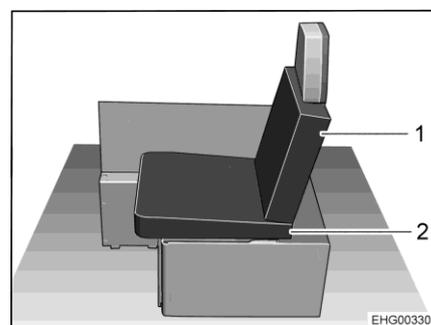

Fig. 22 Dopo la trasformazione
- Collocare uno dei cuscini del divano sinistro come cuscino (Fig. 22,2) sulla cassapanca. Prestare attenzione alla forma a cuneo del cuscino: Il cuscino deve essere inclinato leggermente verso lo schienale (vedere Fig. 22).
- Collocare uno dei cuscini aggiuntivi come cuscino dello schienale (Fig. 22,1) sullo schienale del sedile installabile.